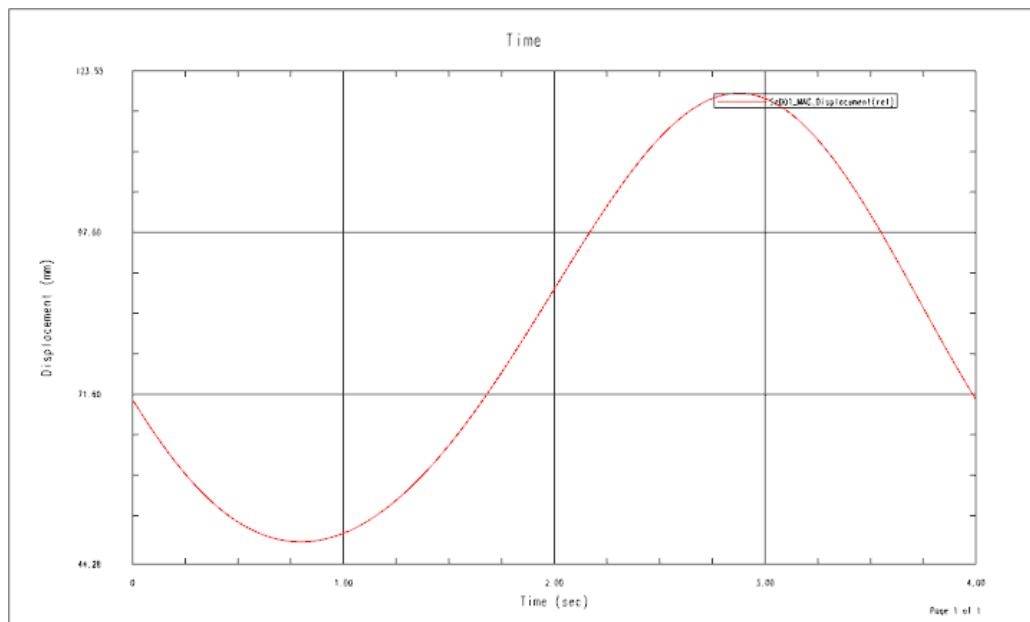

图 8.2.9 位移-时间曲线
(1) 选择下拉菜单**分析(1)** → **运动(2)** → **图表(3)...**命令（或者在“运动”工具栏中单击 → 命令），系统弹出“图表”对话框，单击其中的**对象**选项卡。
(2) 在“图表”对话框的**运动模型**区域选择传感器**Se001**，在**请求**下拉列表中选项**位移**选项，在**分量**下拉列表中选择**幅值**选项，单击**Y 轴定义**区域中的**+**按钮。
(3) 选中“图表”对话框中的**保存**复选框，然后单击**...**按钮，选择 D:\ug85.16\work\ch08.02.03\mech\mech.afu 为保存路径。
(4) 单击**确定**按钮，系统进入函数显示环境并显示两个标记之间的位移-时间曲线，如图 8.2.9 所示。